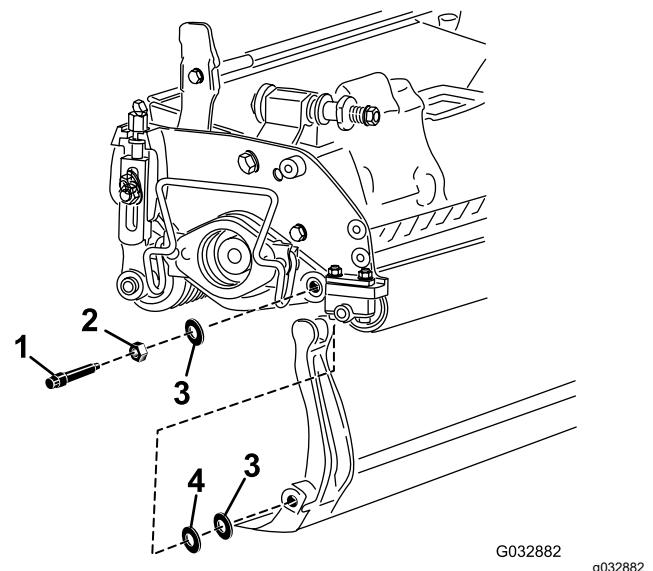

**Рисунок 14**
3. С каждой стороны машины ослабьте контргайку, крепящую болт планки неподвижного ножа (Рисунок 14).
4. Выверните все болты планки неподвижного ножа, потяните планку вниз и отсоедините от режущего блока (Рисунок 14).